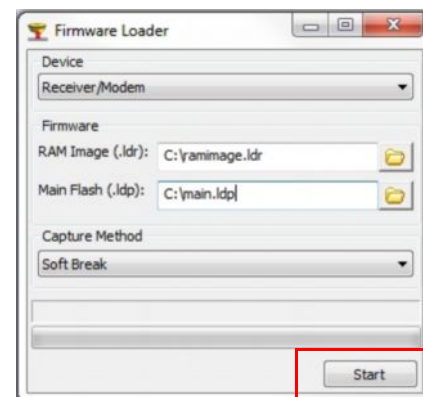

Рис. 8: Окно Загрузка встроенного программного обеспечения
3. Нажмите пиктограмму Встроенное программное обеспечение  в главном окне SRU. Откроется окно Загрузка встроенного программного обеспечения (Рис. 8). С помощью этого окна файлы встроенного программного обеспечения загружаются на подключенный приемник.
6. Перейдите к файлам памяти и прошивки приемной платы и выберите их (Рис. 8).